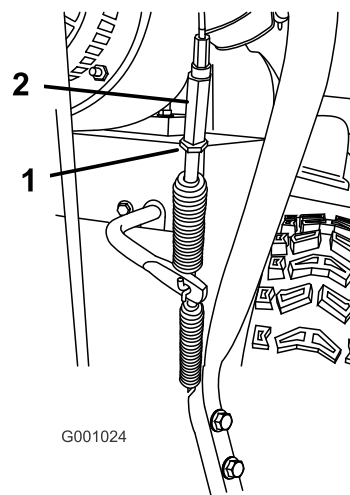

Рисунок 37
1. Ослабьте зажимную гайку (Рисунок 37).
2. Ослабьте или подтяните винтовую стяжку для регулировки натяжения тросика (Рисунок 37).